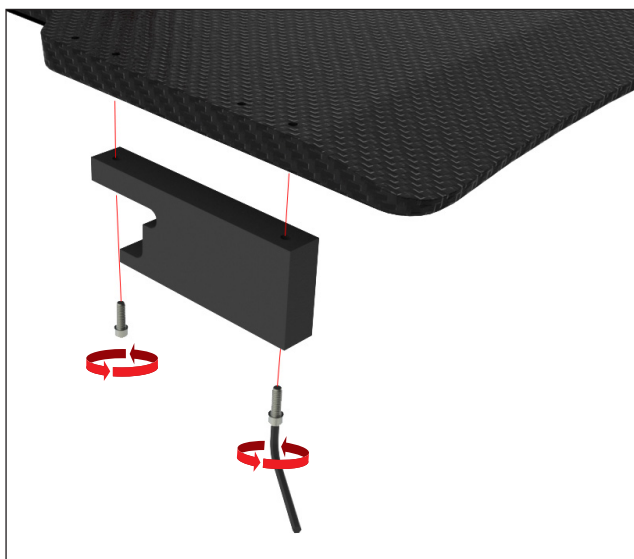

Fig. 35
1. Installer adapteren i posisjonen som vises nedenfor, i 2 av hullene med mellomrom på 140 mm (5,5 tommer) ved hjelp av 2 ¼-20 x ¾" hodeskruer med medfølgende unbrakonøkkel (fig. 35).